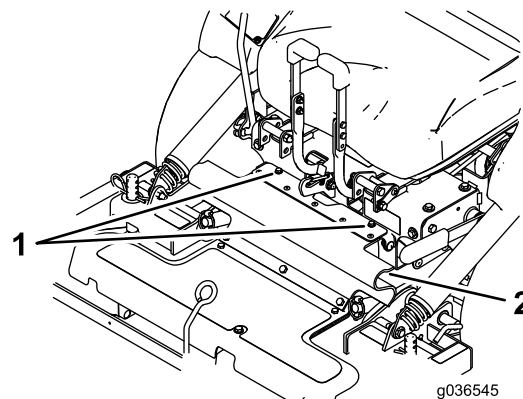

Figure 19
2. Desserrez les boulons fixés au déflecteur en caoutchouc (Figure 19).
3. Fixez la protection en caoutchouc à l'aide des boulons (Figure 19).